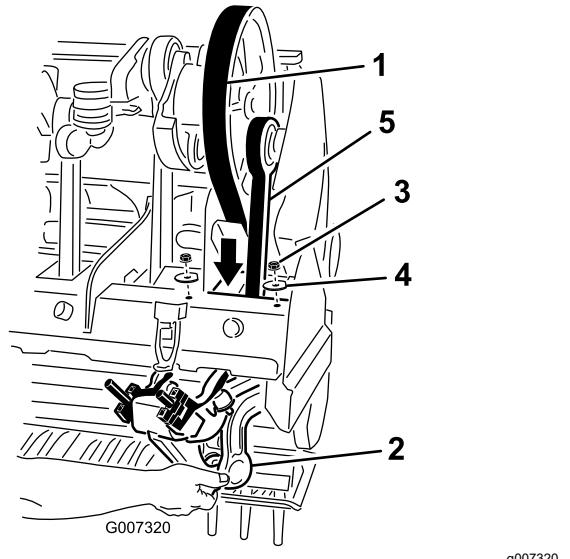

Figure 38
- Desserrez et retirez les 2 contre-écrous et rondelles qui fixent l'amortisseur Rotalink du bras d'aération n° 1 (Figure 38).
- Faites descendre la courroie d' entraînement dans le cadre de la tête d'aération et autour de l'extrémité inférieure du bras d'aération n° 1 Figure 38